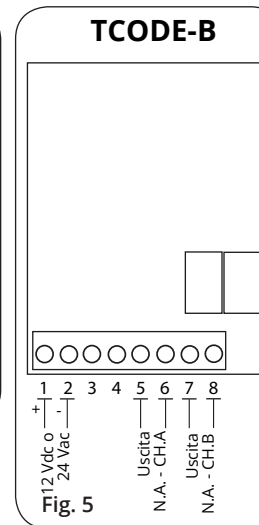

Fig. 5
2. Collegare il decodificatore TCODE-B alla centrale dell'automazione che si vuole comandare. (fig. 5)
2. Den Decoder TCODE-B an die Zentrale der zu steuernden Automation anschließen. (Abb. 5)